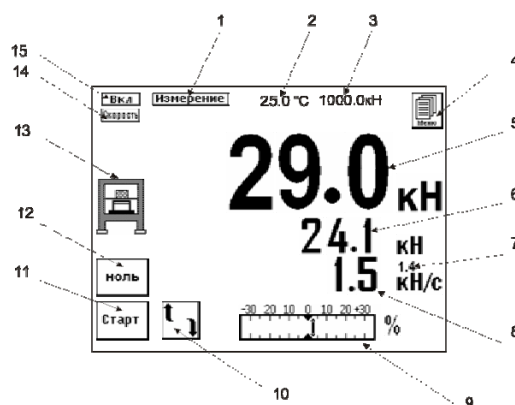

Рисунок 8.5 Вид дисплея пульта управления в рабочем режиме.
- из рабочего режима нажать кнопку «Меню» п.4 рис.8.5, дисплей примет вид рис. 8.6;